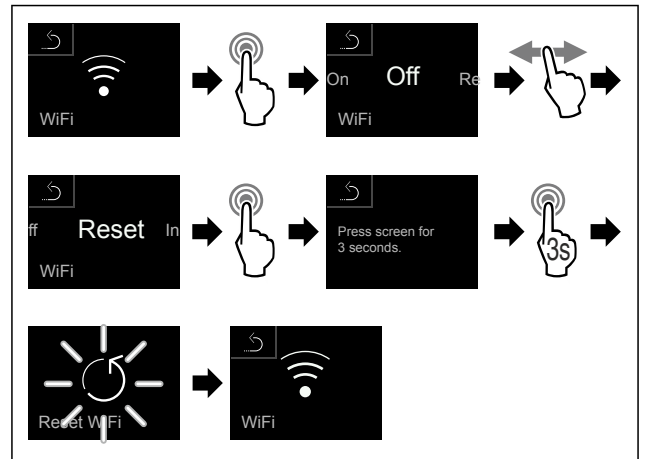

Fig. 98
- ▶ Efectuați pașii de acțiune (vezi Fig. 98).